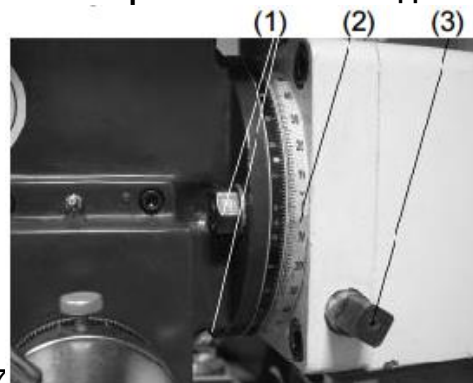

Рис.7
Зафиксируйте консоль 2 рукоятками (1), рис.7 Для поворота консоли необходимо ослабить 4 фиксирующих винта (3) и поворачивая вручную, установить консоль в необходимое положение. Угол поворота можно контролировать по шкале (4), Рис.5. Зафиксируйте консоль 4 винтами (3).
Для наклона фрезерной головы вертикального шпинделя необходимо ослабить 2 гайки (1), извлечь позиционирующий штифт и поворачивая ключом 4х-гранный винт (3) влево или вправо, установить голову в необходимое положение, угол наклона можно контролировать по шкале (2), Рис.7. Зафиксируйте выбранное положение, затянув 2 гайки (1). Выставить точно вертикальное положение шпинделя можно с помощью позиционирующего штифта.